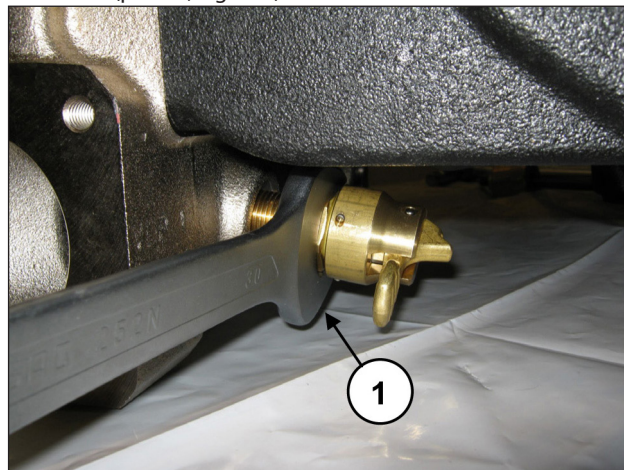

Fig. 145
Solte o dispositivo de abertura das válvulas mediante chave de 30 mm (pos. ①, Fig. 145).